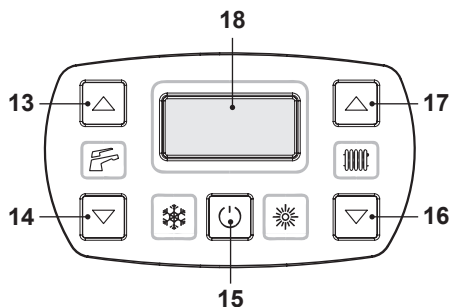
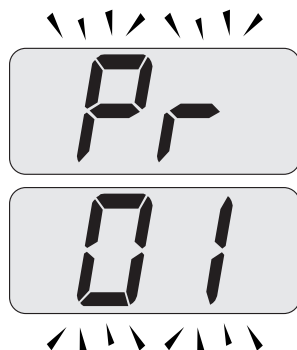

Figura 5.24
Figura 5.25
- Entrare in "modalità programmazione" premendo contemporaneamente per 10 secondi i tasti 15 - 16 - 17 (Figura 5.24) fino a far
apparire sul display LCD le lettere **Pr** che si alternano con il codice **01**, indicanti l'entrata nel "parametro 01" (Figura 5.25).
- Premere contemporaneamente i tasti 15 e 17 (Figura 5.24) fino a far apparire sul display LCD il valore del parametro 01 (Figura 5.26).
- Premendo il tasto 15 (Figura 5.24) si ottiene la conferma del valore inserito.
- Premendo contemporaneamente i tasti 15 e 16 (Figura 5.24) si esce senza modificare il valore (ritorno alla lista parametri Figura 5.25).
- Premendo contemporaneamente per 10 secondi i tasti 15 - 16 - 17 (Figura 5.24) si esce dalla "modalità programmazione".
- Entrare in "modalità programmazione" premendo contemporaneamente per 10 secondi i tasti 15 - 16 - 17 (Figura 5.24) fino a far apparire sul display LCD le lettere **Pr** che si alternano con il codice **01**, indicanti l'entrata nel "parametro 01" (Figura 5.25).
- Scorrere i vari parametri utilizzando i tasti 16 o 17 (Figura 5.24) fino a far apparire sul display LCD le lettere **Pr** che si alternano con il codice **08**, indicanti l'entrata nel "parametro 08" (Figura 5.27).
- Premere contemporaneamente i tasti 15 e 17 (Figura 5.24) fino a far apparire sul display LCD il valore del parametro **08** (**00**= Nessun Reset) (Figura 5.28).
- Premendo i tasti 15 e 16 (Figura 5.24) si esce senza modificare il valore.
- Premere i tasti 16 o 17 per scorrere i vari parametri fino a far apparire sul display LCD le lettere **Pr** che si alternano con il codice **01**, premere contemporaneamente i tasti 15 e 17 (Figura 5.24) fino a far apparire sul display LCD il valore del parametro **01** (Figura 5.29).